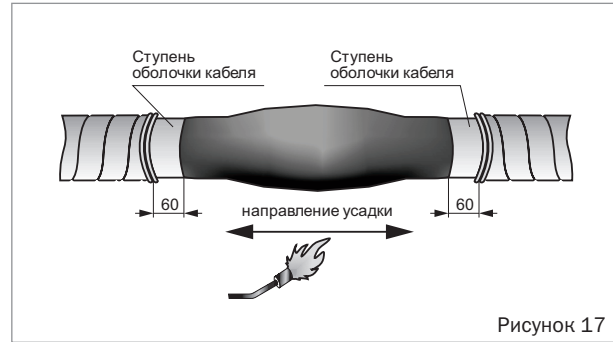

Рисунок 17
- Расстояние от среза брони (защитного покрова) кабеля до торца трубки должно составлять по 60 мм. При необходимости обрезать трубку до получения требуемого размера ступени оболочки кабеля (рисунок 17).